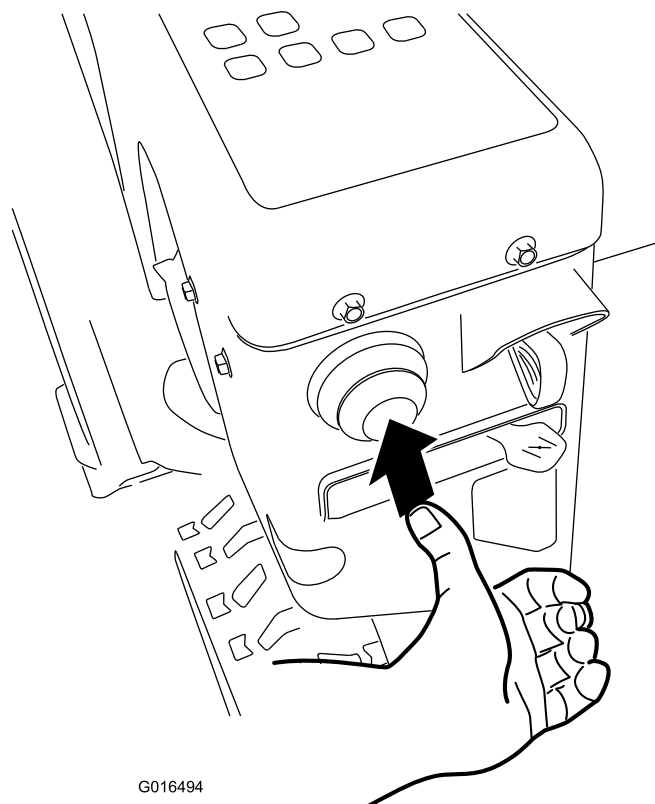

Figura 23
4. Con il pollice spingete 3 volte l'iniettore con forza, tenendolo premuto ogni volta per un secondo prima di lasciarlo andare (Figura 23).